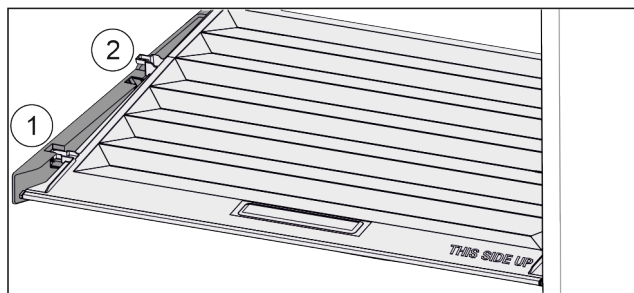

Fig. 161
- ▶ Pokrywę pociągnąć do przodu Fig. 161 (1), aż otworzy się w elementach trzymających.
- ▶ Podnieść tył od dołu i w wyjąć Fig. 161 (2) go do góry.